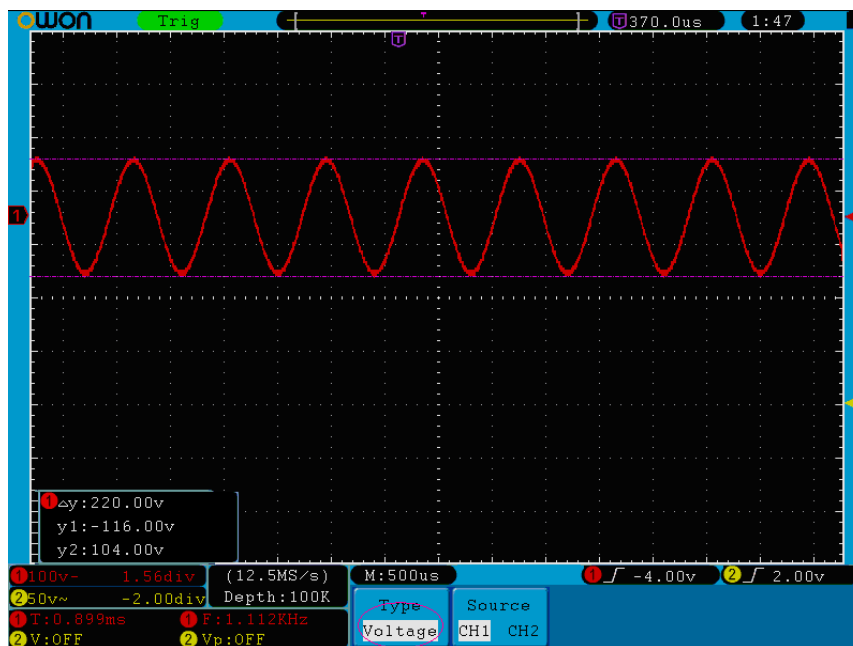

Рисунок 5-74. Курсорное измерение напряжения
4. Ручками VERTICAL POSITION каналов CH1 и CH2 задайте положение курсоров по измеряемой осциллограмме. В окне внизу слева показаны модуль разности значений курсоров и их текущие положения (рисунок 5-74).